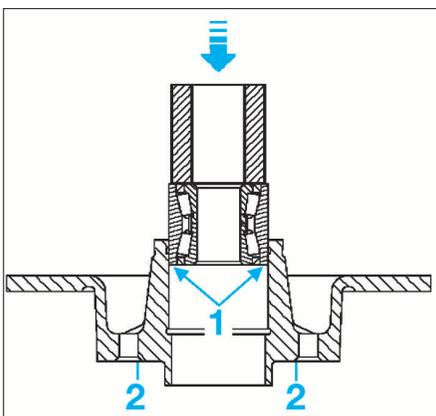

FIG. 25
- À la presse, en prenant appui sur sa bague extérieure avec un mandrin de Ø extérieur 55 mm maxi. et de Ø intérieur 43 mm mini (pour éviter d'appuyer sur la bague intérieure), engager le roulement neuf dans le disque, depuis l'intérieur de celui-ci et jusqu'en butée (Fig.25).